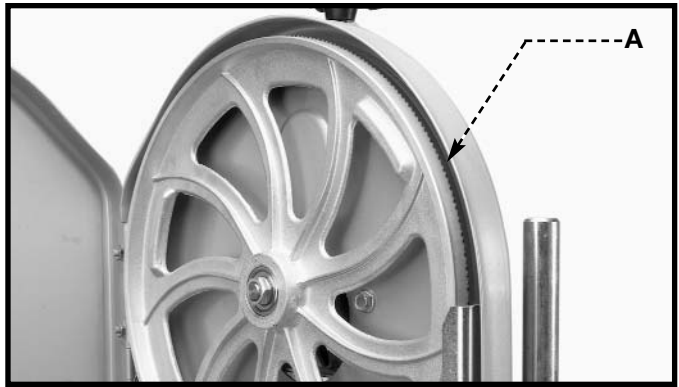
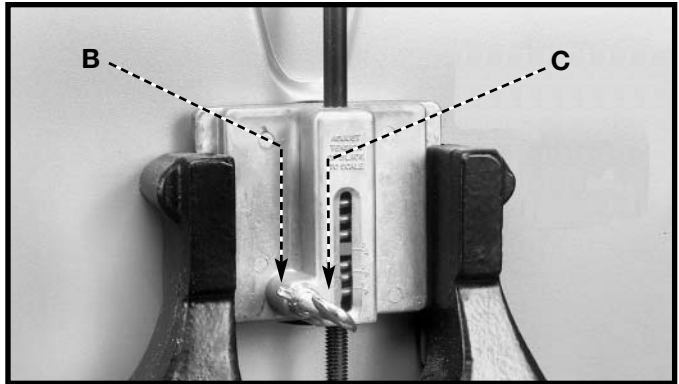

Fig. 31
Fig. 32
Después de aplicar la tensión a la lámina, rote las ruedas lentamente adelante a mano y observe el movimiento de la lámina. La lámina (A) Fig. 31 debe viajar en el centro del neumático superior. Si la lámina se arrastra hacia el borde delantero, afloje la tuerca de ala (B) Fig. 32, y dé vuelta al tornillo de pulgar (C) a la derecha. Esta acción dibuja la lámina hacia el centro del neumático. Si la lámina se arrastra hacia el borde trasero, dé vuelta al tornillo de pulgar en la dirección opuesta. Ajuste del tornillo de pulgar (C) Fig. 32 solamente una fracción de una vuelta cada vez.
Después de que la lámina esté siguiendo en el centro de los neumáticos, apriete de la tuerca de ala (B) Fig. 32.